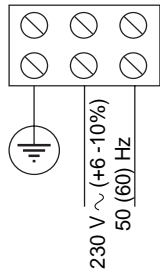

Fig. 12
- ① Fusibile F1 1AT/230Vac - 5x20
- ② Morsettiere X1 (230 V) - fig.12
- ③ Morsettiere X2 / X4 a bassa tensione